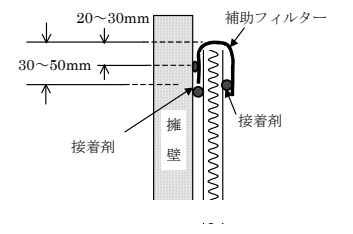

図 II-5 「グリ・シート」天端部の処理
- ② 「グリ・シート KP12-600」の天端部を土砂などが流入しないように補助フィルターと接着剤で処理する。（図 II-5）